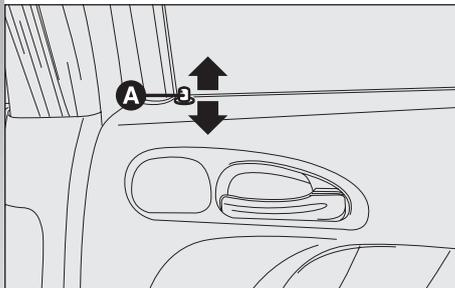
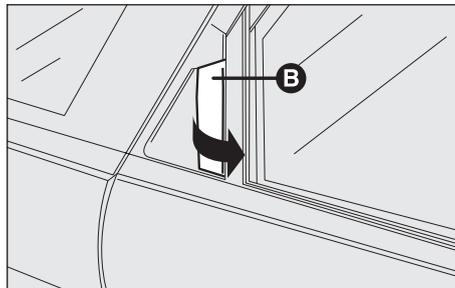

Abb. 1
Abb. 2
– Zur Öffnung der Tür - nur bei angehebenen Sicherungsstift (**A, Abb. 1**) - innen am Öffnunggriff ziehen (**B, Abb. 2**).
– Zum Schliessen den Sicherungsstift (**A, Abb. 1**) auch bei offener Tür hinunterdrücken und die Tür schliessen.